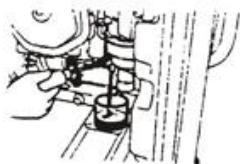

Рис. 47
8.3 Злийте паливе з карбюратору (Рис. 47).